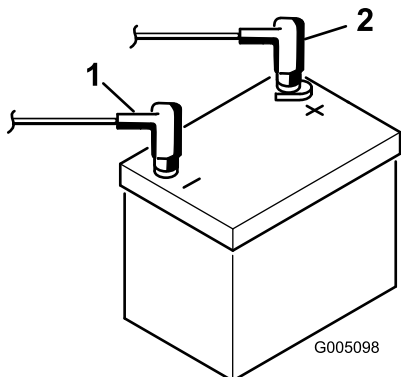

図 4
7. 赤い (+) ケーブルをバッテリーの (+) 端子に、黒いケーブル (-) はバッテリーの (-) 端子にはめ、ボルトとナットで固定する (図 4)。プラス端子が電極に十分にはまり込んでいること、ケーブルの配線に無理がないことを確認する。ケーブルとバッテリーカバーを接触させないこと。